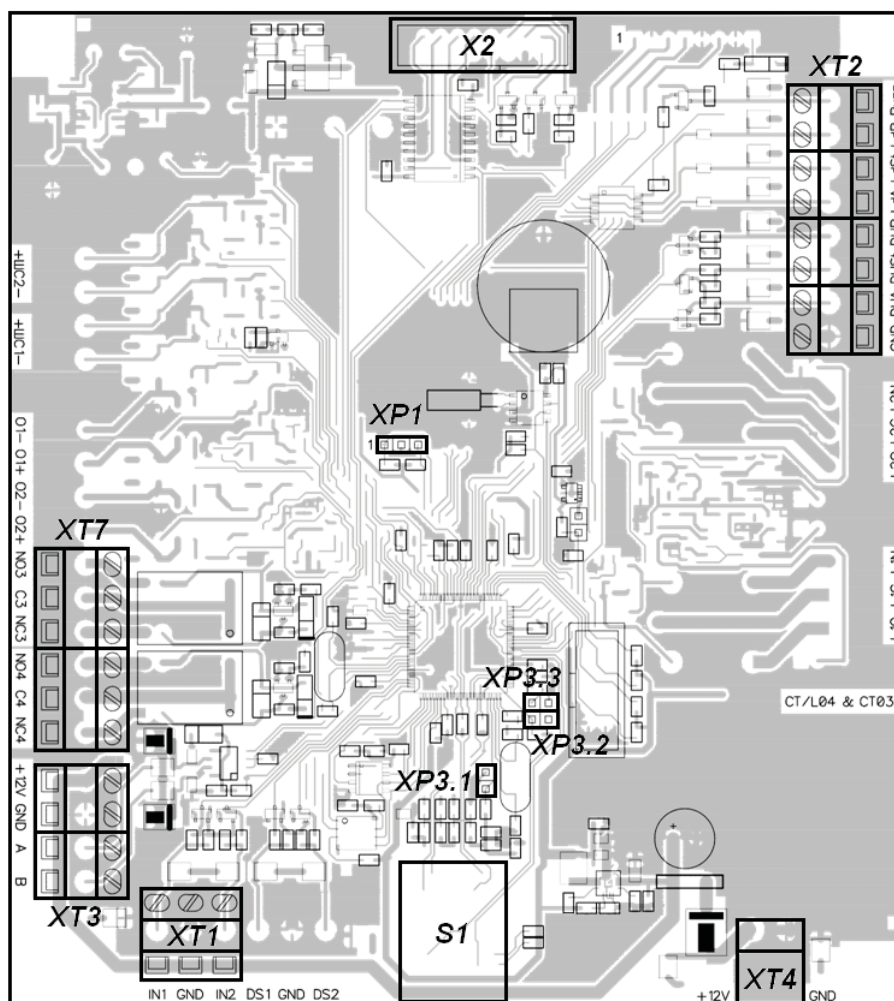
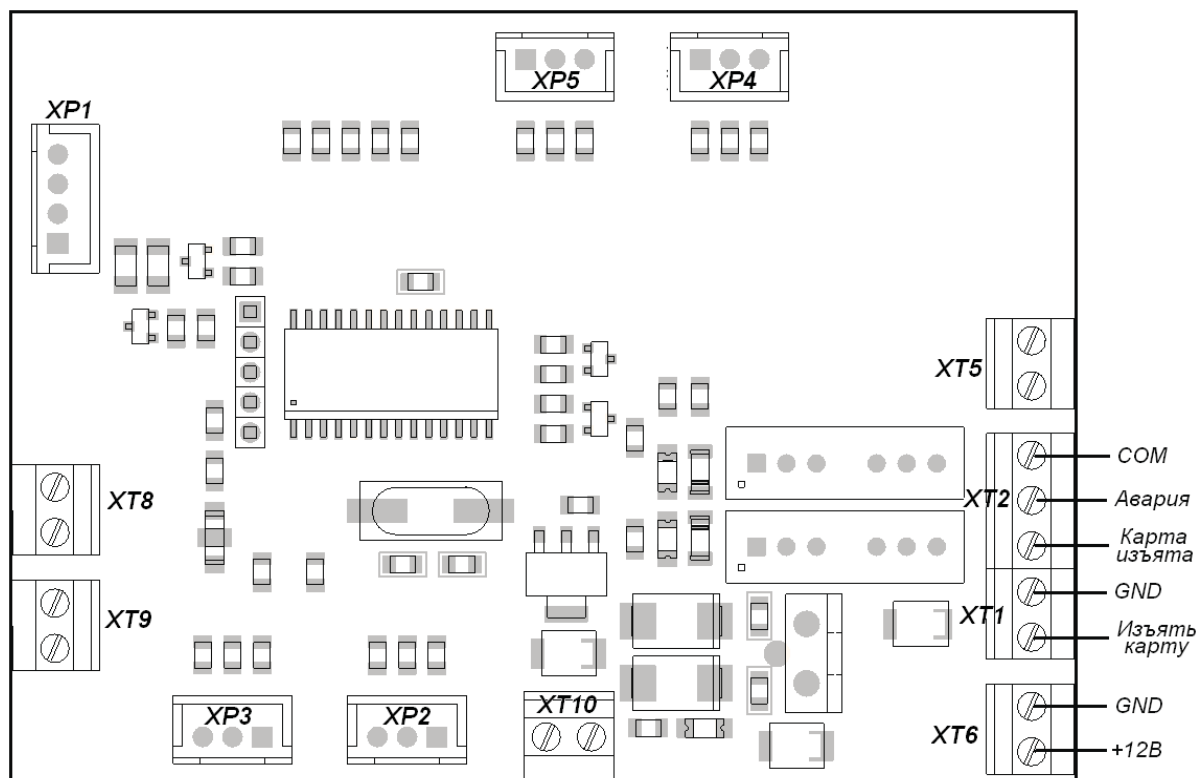

Рисунок 3 Внешний вид платы контроллера PERCo-CT03
Рисунок 4 Внешний вид платы картоприемника PERCo-PA-450
5.2.3 Внутри стойки расположен контроллер **PERCo-CT03** (далее – контроллер ЭП), к которому кабелями (17-20), (см. также поз. 6 рис. 9) подключаются соответственно ПДУ, плата картоприемника (расположена на механизме картоприемника), механизм управления, считыватели, источник питания, устройство РУ (при его использовании), сети *Ethernet*. Подключение производится в соответствии со схемой подключения ЭП и дополнительного оборудования (см. рис. 12 Приложения А). Плата контроллера ЭП изображена на рис. 3. Плата картоприемника изображена на рис. 4.
5.2.4 ПДУ выполнен в виде небольшого настольного прибора в корпусе из ударопрочного АБС пластика и предназначен для задания и индикации режимов работы при ручном управлении ЭП. ПДУ подключается к плате контроллера ЭП гибким многожильным кабелем (17) через клеммную колодку **XT2** (см. рис. 3).
На лицевой панели ПДУ расположены три кнопки для задания режимов работы ЭП. Над кнопками расположены индикаторы. *Средняя* кнопка **DUST** (далее – кнопка "Запрет прохода") предназначена для переключения ЭП в режим "Запрет прохода". *Левая и правая* кнопки (далее – кнопки "Разрешение прохода") предназначены для разблокировки ЭП в выбранном направлении. Изменить ориентацию ПДУ относительно установки стойки ЭП (если на месте установки стойка обращена к оператору не лицевой, а тыльной стороной) можно, поменяв местами провода от ПДУ, подключаемые на контакты **DUA** и **DUB**, а также **Led A** и **Led B** соответственно (рис. 3 и рис. 12 Приложения А).
5.2.5 На плате контроллера ЭП (рис. 3) расположены:
5.3.2 Подключение указанных в п. 5.3.1.1 автономных устройств производится с помощью кабелей (17) и (19) к соответствующим клеммным колодкам **XT2** и **XT4** платы контроллера ЭП (рис. 3) в соответствии со схемой подключения (рис. 12 Приложения А).
5.3.7 Обозначения установленных на плате контроллера ЭП клеммных колодок и назначение их контактов показаны на рис. 3 и на наклейке, аналогичной рис. 12 Приложения А, расположенной на внутренней поверхности крышки (3) (порядок снятия крышки указан в разделе 6).
5.7.3 Подключение датчика контроля зоны прохода (ДКЗП) производится к клеммной колодке **ХТ1** на вход №2 (контакты *In2* и *GND*), а сирены - к клеммной колодке **ХТ7** на выход №4 (контакты *NO4* и *C4*) платы контроллера ЭП (расположение клеммных колодок показано на рис. 3). Схема подключения ДКЗП и сирены приведена на рис. 12 Приложение А.
Установка переключателей на разъем **XP1** (расположение разъема показано на рис. 3): положение 1 – 2 – переключатель IP MODE, положение 2 – 3 – переключатель IP DEFAULT.